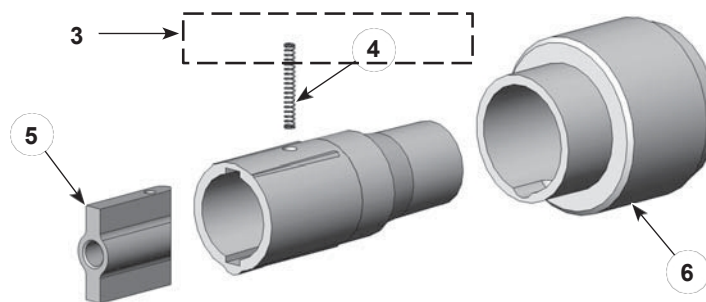

Figura 23 SD Ansamblu suport electrod
C. Consultați figura 23 și lista de piese pentru piesele de schimb pentru kitul opțional SD Electrode Support Assembly.